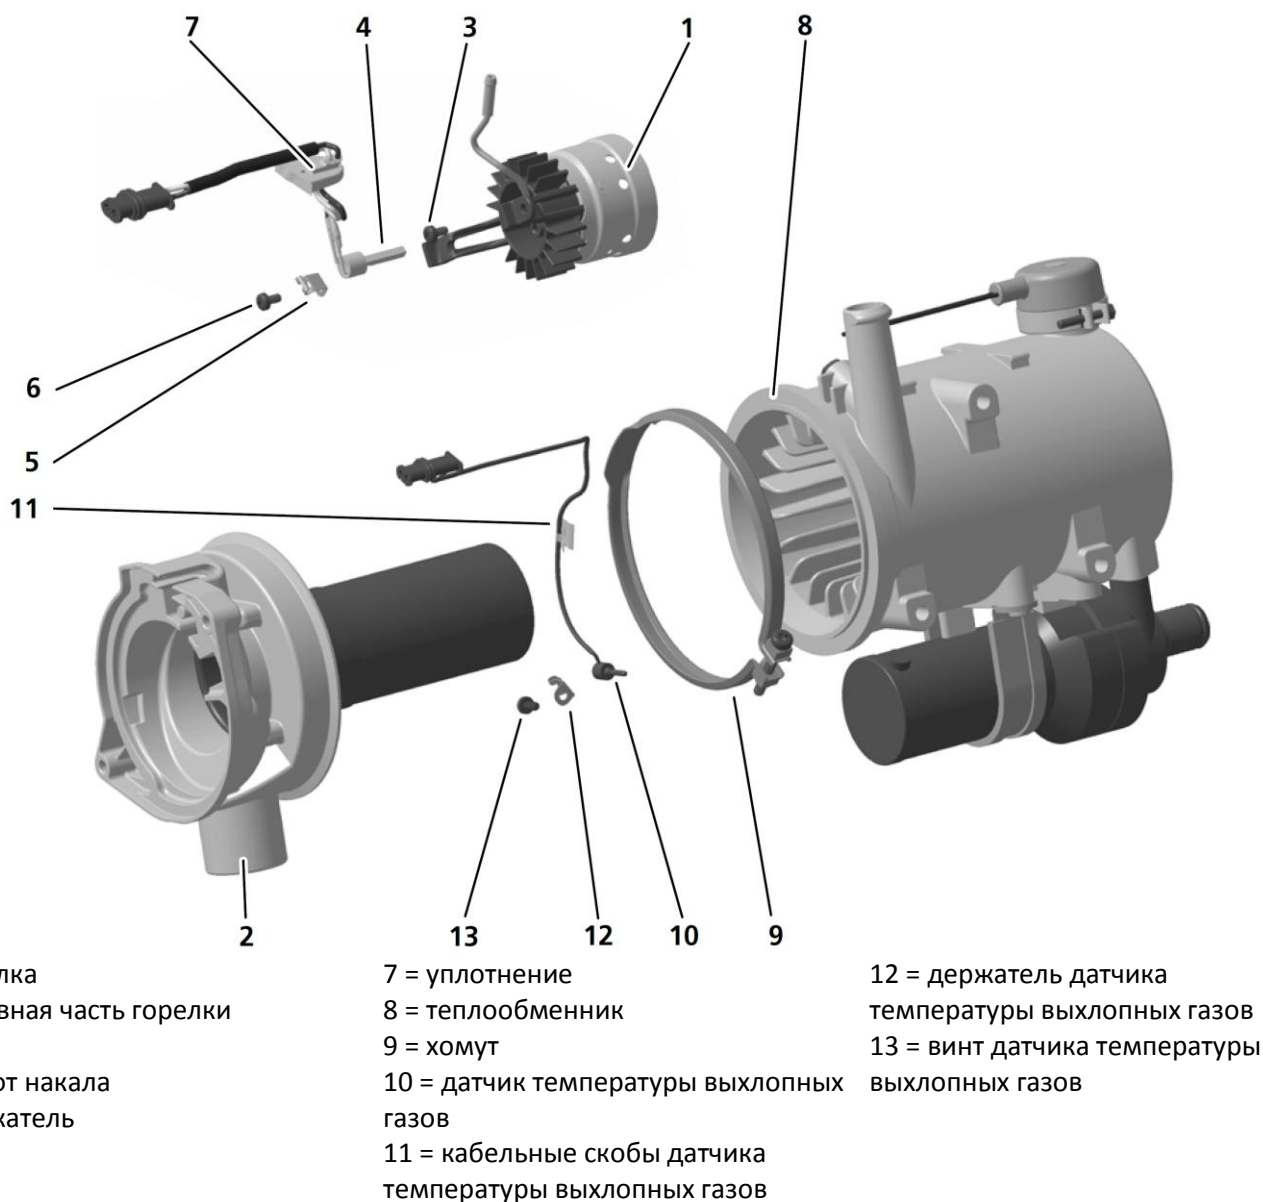

Рис. 9-4 Замена горелки, штифта накала, головной части горелки и датчика температуры выхлопных газов
1. Нанесите на уплотнение (5, рис. 9-4) бескислотную смазку (вазелин)
2. Вверните датчик температуры охлаждающей жидкости (6) с круглым уплотнением (5) в теплообменник (4) и затяните с моментом  $1,5\text{Нм} \pm 10\%$ .
3. Удалить винты (3, рис. 9-4)
4. Заглушку (7) с и горелку (1) вытащить из головной части горелки (2)
5. Ослабить винты (6) с прижимом (5) для штифта накала и удалить
6. Вытащить штифт накала (4) из горелки (1)
3. Открутить фиксирующий хомут (9, рис. 9-4) винт и снять хомут
4. Вытащить нагнетатель (4, рис. 9-3) с камерой сгорания (2, рис. 9-4) из теплообменника (8, рис. 9-4)
3. Нагнетатель (4, рис. 9-3) с головной частью горелки (2, рис. 9-4) вставить в теплообменник (8, рис. 9-4), при необходимости выровнять и зафиксировать хомутом (9, рис. 9-4)
4. Удалить винт, фиксирующий хомут (9, рис. 9-4) и снять хомут
5. Головную часть горелки (2) вытащить из теплообменника (8)
1. Вставить головную часть горелки (2, рис. 9-4) в теплообменник (8), при необходимости выровнять и зафиксировать хомутом (9)